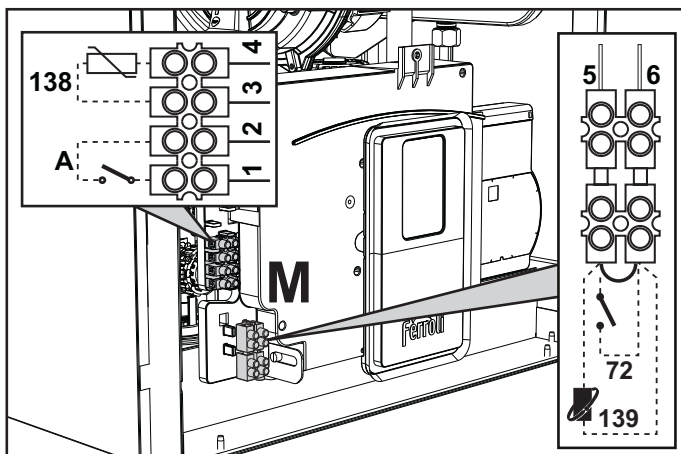
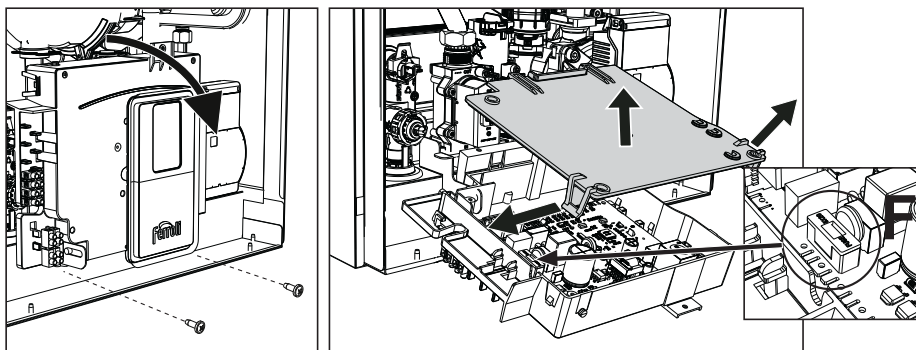

fig. 28
fig. 29
Tras quitar el panel frontal (*** 'Apertura del panel frontal' on page 99 ***), es posible acceder a las regletas de conexión (M) y al fusible (F) según las indicaciones siguientes (fig. 28 e fig. 29). **Los bornes indicados en la fig. 28 deben tener contactos secos (no 230V).** La posición de los bornes para las diferentes conexiones también se ilustra en el esquema eléctrico de la fig. 67.
Configuración del interruptor ON/OFF (A, fig. 28)